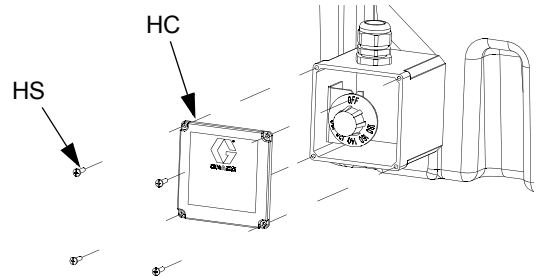

Рис. 13: Крышка погружного нагревателя
8. Установите крышку погружного нагревателя (НС) при помощи винтов (HS). См. стр. Рис. 13.
9. Откройте лючок распределительной коробки и удалите соответствующий штекер провода нагревателя. Установите шнуровой ниппель втулки (302). Проведите силовой кабель (303) через шнуровой ниппель.